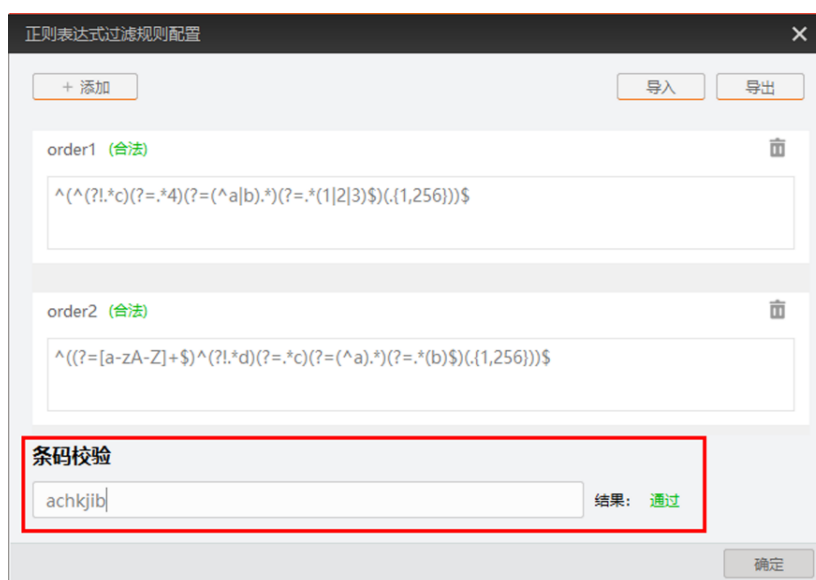

图4-84 设置正则表达式过滤规则
3. (可选) 完成过滤规则设置后，可以在条码校验框中输入条码，对设置的规则进行校验。符合过滤规则时，结果为通过，否则显示不通过。存在多条过滤规则时，条码仅须满足其中一条即可通过，如图 4-84 所示。